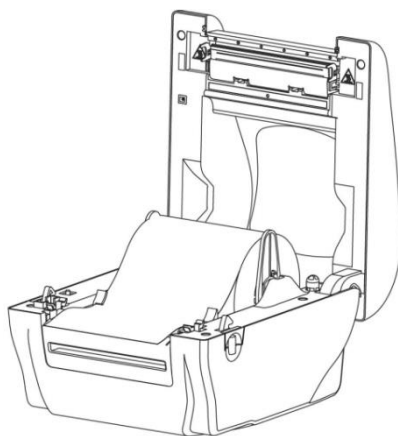

图 5
- 3) 看好纸的方向, 将卷纸放入装纸槽中间位置，调整限纸块的位置，使其略接触卷纸两侧（不要夹的太紧），如 图5 所示。